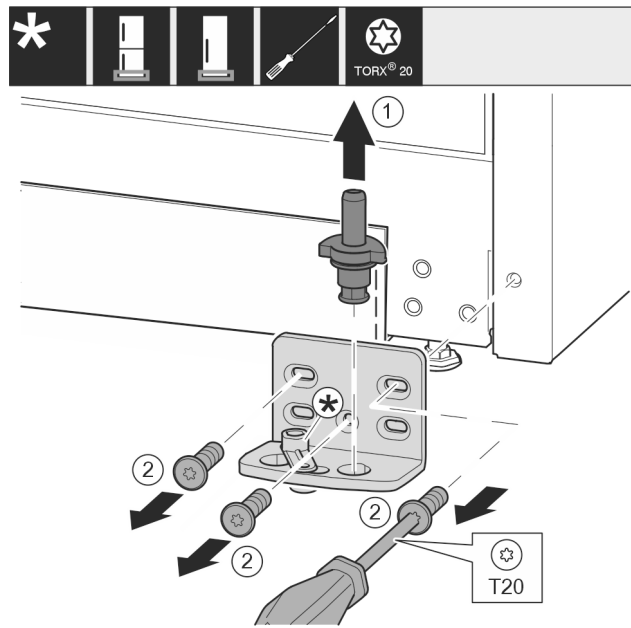

Fig. 16 \*
- ▶ Ložiskový čep Fig. 16 (1) celý vytáhněte nahoru.\*
- ▶ Šroubovákem vyšroubujte šrouby Fig. 16 (2) a sejměte stojan ložiska.\*